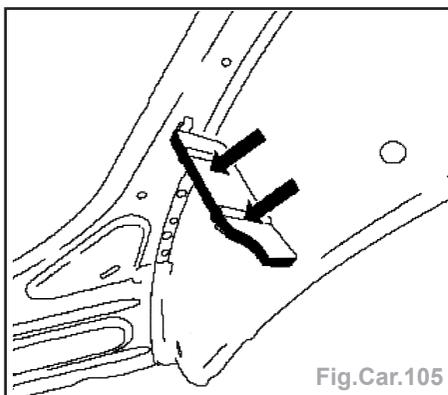

Fig.Car.105
- Appliquer la pâte d'étanchéité adhésive sur l'isolation phonique (Fig.Car.105).